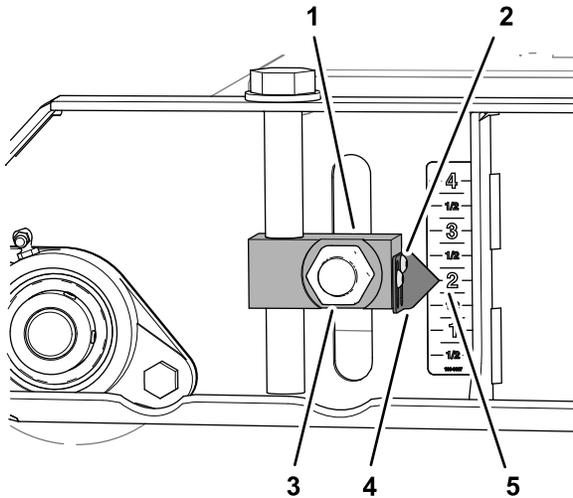
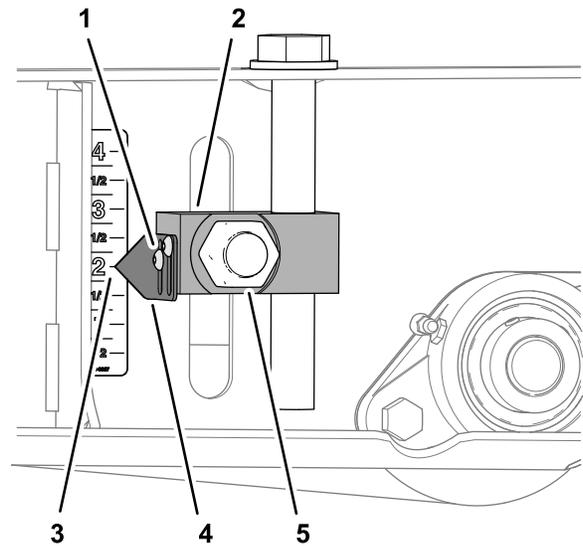

図 76
図 78
3. 刈高アジャスタブロックにポイントを固定しているソケットヘッドねじ2本をゆるめて、ポイントをデカルの2"のマークに合わせて、ねじを元通りに締め付ける 図 76。
6. 二つのポイントを刈高アジャスタブロックに固定しているソケットヘッドねじをゆるめて、ポイントをデカルの 2" のマークに合わせて、ねじを元通りに締め付ける 図 78。
7. 前後のローラの刈高アジャスタブロック4個固定しているナット4個 図 76と図 78を、 $322396 \text{ N}\cdot\text{m}$